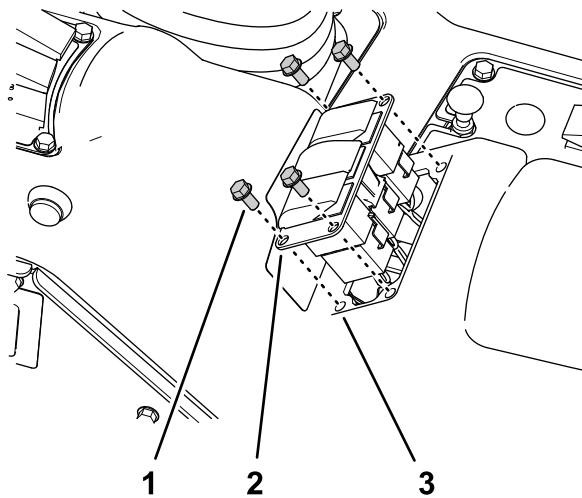

Figura 31
1. Retire os quatro parafusos de cabeça flangeada (1/4 x 1/2 pol.) que prendem o painel dos três interruptores à consola de controlo (Figura 31).
3. Desligue o conector de oito tomadas da cablagem da máquina rotulado interruptor de aplicação (rate switch) do conector de oito pinos do interruptor (Figura 31).
6. Alinhe o tampão do interruptor com a abertura no painel de três interruptores de onde retirou o interruptor da aplicação (Figura 31).
7. Insira o tampão do interruptor no painel de três interruptores até o tampão encaixar e ficar bem preso no painel (Figura 31).